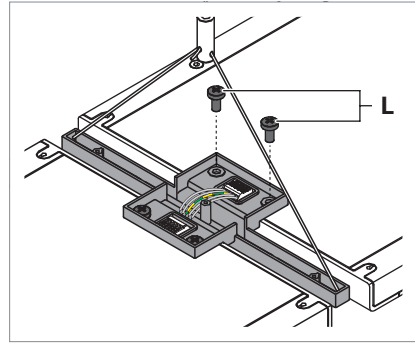

Fig. 15: Relier les luminaires.
- ▶ Reliez l'élément de liaison du luminaire déjà monté et le luminaire à relier en chaîne avec les vis livrées L, voir Fig. 15.